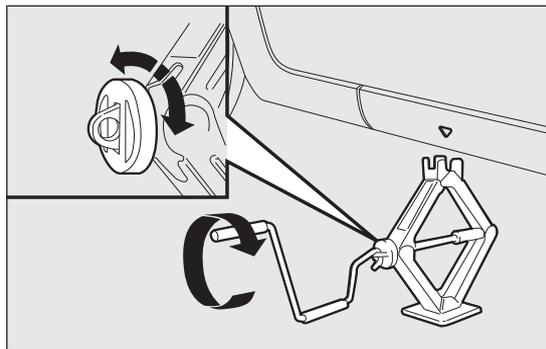
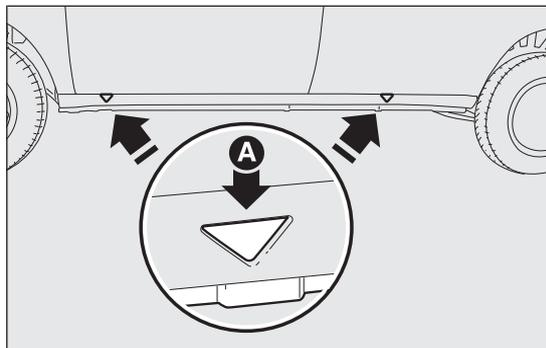

fig. 120
fig. 121
- ❑ actionner le cric pour l'ouvrir partiellement fig. 120, puis le positionner sous le véhicule au niveau des repères A fig. 121 à proximité de la roue à remplacer ;